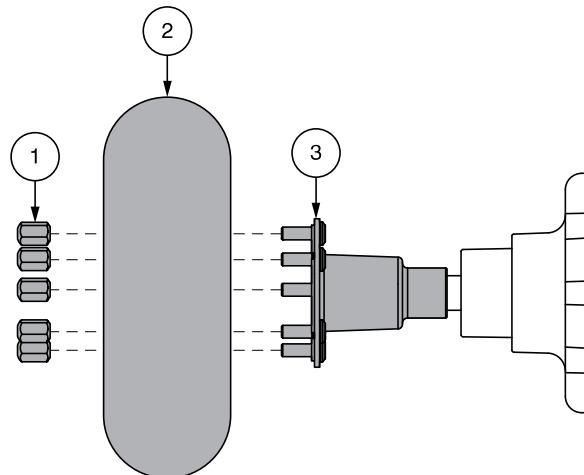

Figura 27. Ruota motrice smontata
4. Rimuovere i dadi ad aletta. Vedere figura 27.